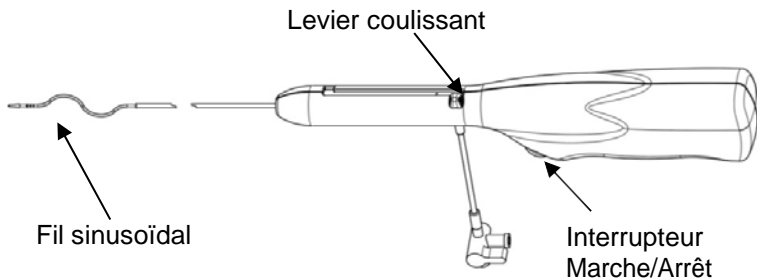

Figure 2
2. Extraire le système de thrombectomie rotationnelle CLEANER XT™ de son emballage. Appuyer sur l'interrupteur MARCHÉ/ARRÊT pour vérifier que le fil sinusoïdal tourne librement (voir la Figure 2). Relâcher l'interrupteur pour arrêter la rotation. **Précaution : ne pas utiliser le dispositif s'il ne se met pas en marche immédiatement après avoir appuyé sur l'interrupteur, ou s'il ne s'arrête pas immédiatement lorsque l'interrupteur est relâché.**